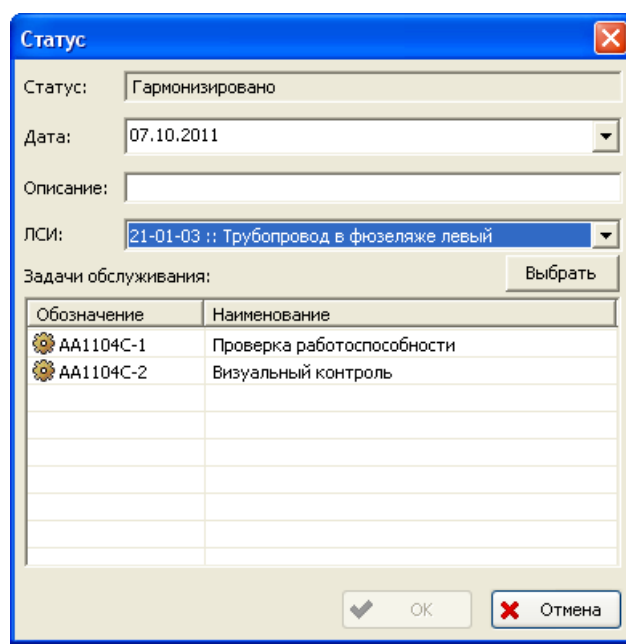

Рис. 2-77
3. В появившемся окне **Статус** выберите задачу обслуживания для гармонизации (рис. 2-77):